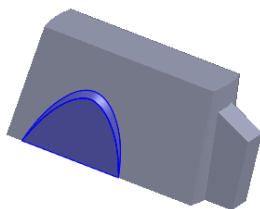

图 5.11.26 曲面-缝合 3
Step17. 创建图 5.11.26 所示的零件特征——曲面-缝合 3。选择下拉菜单 **插入(I)**  **曲面(S)**  **缝合曲面(F)...** 命令，系统弹出“缝合曲面”对话框；在设计树中选取曲面-剪裁 2 和曲面-剪裁 3 为缝合对象；单击对话框中的  按钮，完成曲面-缝合 3 的创建。